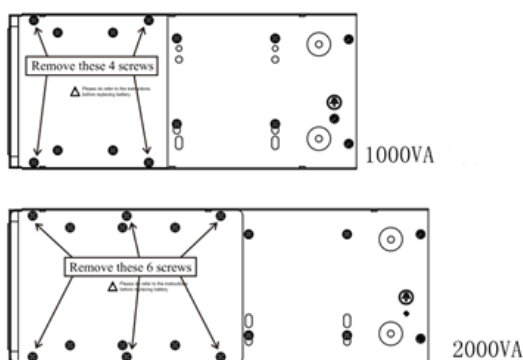

Figura 5.22: Remoção dos parafusos do suporte de baterias do Studio
- Solte os parafusos que fixam o módulo da bateria, conforme Figura 5.22.